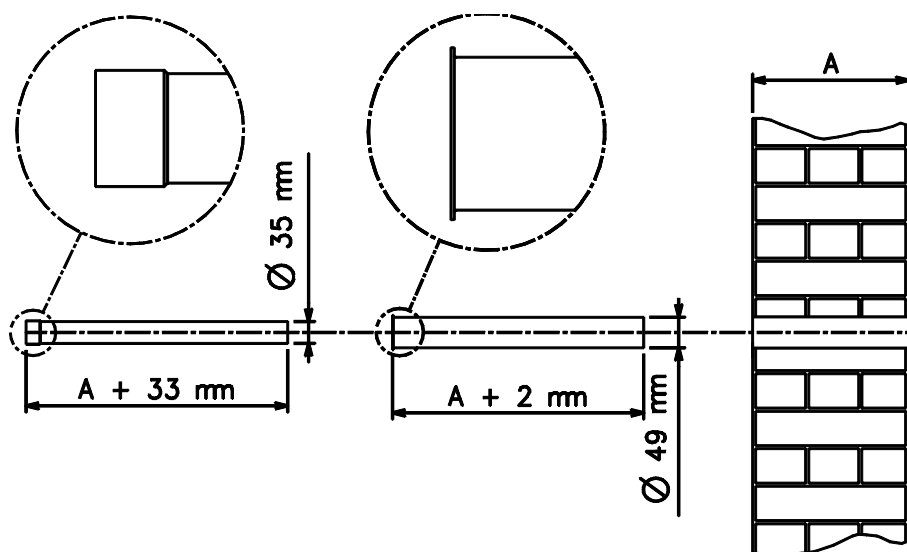

Figura 5 – Indicazioni per il taglio tubi aria/fumi
5. Adattare la lunghezza dei tubi (aspirazione e scarico) all'effettivo spessore della parete, tagliando il tratto in eccedenza: per la determinazione dell'esatta lunghezza vedere schema Figura 5.